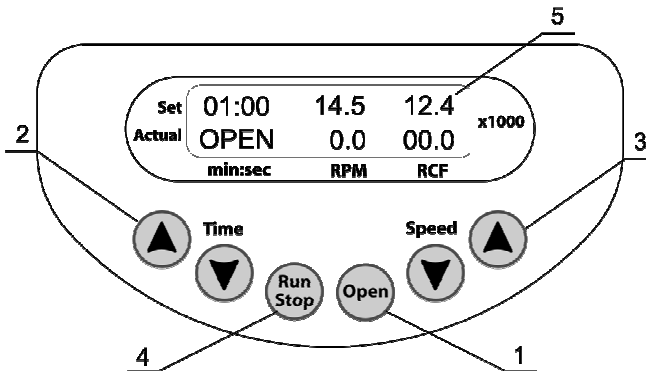

Abb. 3. Steuerung
- Drücken Sie die Taste Open (Öffnen) (Abb. 3/1) und öffnen Sie die Außenklappe, indem Sie sie mit der Hand herausheben.
- 4.3. Drücken Sie die Taste Open (Öffnen) (Abb. 3/1) und öffnen Sie die Außenklappe, indem Sie sie mit der Hand herausheben (siehe Abb. 3 - auf dem Display wird OPEN [Offen] angezeigt). Die Klappe kann nur geöffnet werden, wenn der Rotor stillsteht.
- 4.7. Benutzen Sie die Tasten ▲ und ▼ Time (Zeit) (Abb. 3/2), um das gewünschte Zeitintervall einzustellen.
- 4.8. Benutzen Sie die Tasten ▲ und ▼ Speed (Geschwindigkeit) (Abb. 3/3), um anhand der Zentrifugalkraftangaben die gewünschte Geschwindigkeit und Zentrifugalkraft einzustellen (Abb. 3/5). Diese Parameter können auch während des Betriebs angepasst werden.
- 4.9. Drücken Sie die Taste Run/Stop(Laufen/Stopp), (Abb. 3/4), um die Zentrifugierung zu starten. Die blinkende Anzeige RUN (Laufen) und aktuelle Geschwindigkeit werden in der unteren Zeile angezeigt (Abb. 5). Der Timer in der oberen Zeile beginnt mit dem Countdown, sobald die eingestellte Geschwindigkeit erreicht ist (die Anzeige RUN [Laufen] leuchtet konstant).
- 4.10. Die stoppt automatisch, sobald die eingestellte Zeit verstrichen ist. Beim Abbremsen blinkt auf dem Display die Anzeige STOP (Abb. 4). Ein akustisches Signal ertönt nach vollständigem Stillstand des Rotors; drücken Sie die Taste Run/Stop [Laufen/Stopp] (Abb. 3/4), um das Signal auszuschalten.